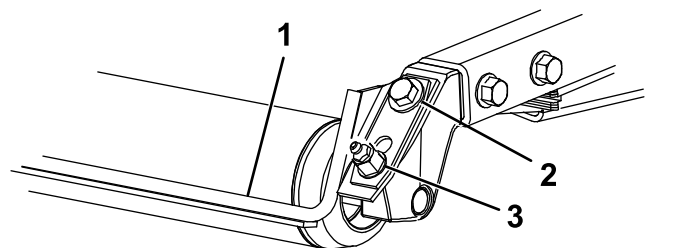

Рисунок 7
1. Ослабьте пресс-масленку и крепежный винт (Рисунок 7).